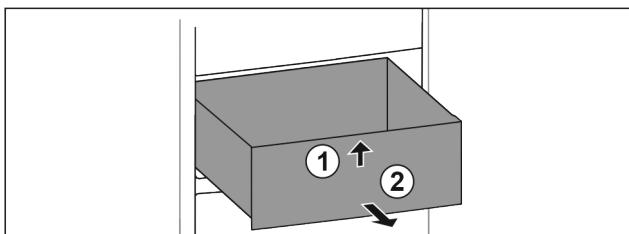

Fig. 95
- Schubfach vorne anheben. Fig. 95 (1)
- Schubfach nach vorne entnehmen. Fig. 95 (2)